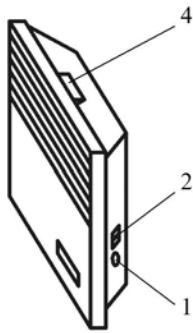

Рис.6 Размещение органов управления конвекторов (IP20)
5.1.8 Переведите клавишу выключателя (клавиши ступенчатого регулятора мощности) в отключённое положение «0», ручку термостата установите в положение «*» (совместите знак «*» на ручке с меткой на корпусе конвектора или блока управления). Конвектор готов к работе (расположение органов управления конвектором приведено на рис.6,7).